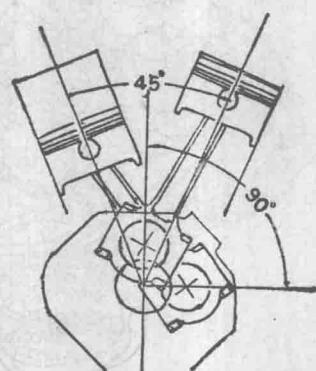

图 12
① 为承受混合气燃烧爆发时的振动，需要强化曲轴曲柄和曲轴箱的强度。V型双缸发动机爆发时的一次振动呈90°直角时，其振动可以相互抵消。所以在设计时，使曲轴销的位置错开，在爆发时呈90°直角，这样就可实现轻量化(图12)。